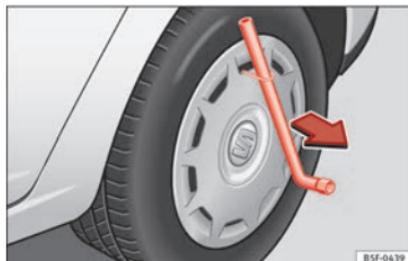

Fig. 61 Retire o tampão integral.
- Retire o tampão integral da roda com o gancho metálico » » Fig. 61.